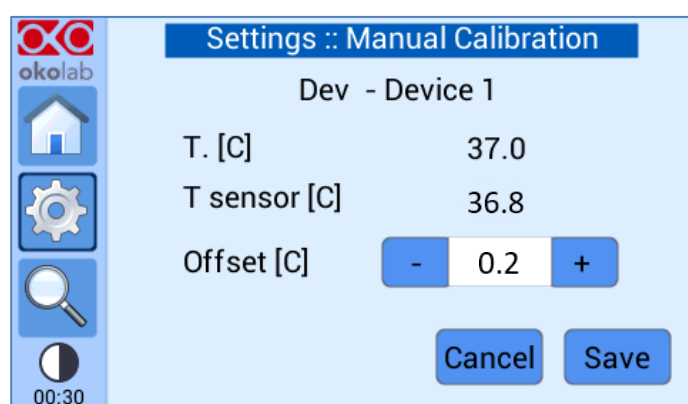

Figura 40. Calibrazione manuale. Come introdurre il valore di offset
- 3 Inserire il valore di offset cliccando su + o - nella scheda *Offset* come mostrato in Figura 40 per regolare il valore di offset del dispositivo e premere su *Salva*.
Suggerimento ► Okolab consiglia di iniziare con un valore di offset corrispondente alla differenza tra la temperatura di set point e la temperatura effettiva misurata dal sensore di T. Nella Figura 40, la temperatura desiderata è di 37,0 °C mentre la lettura del sensore indica 36,8 °C, quindi, in questo caso l'offset da applicare è 0,2 °C.